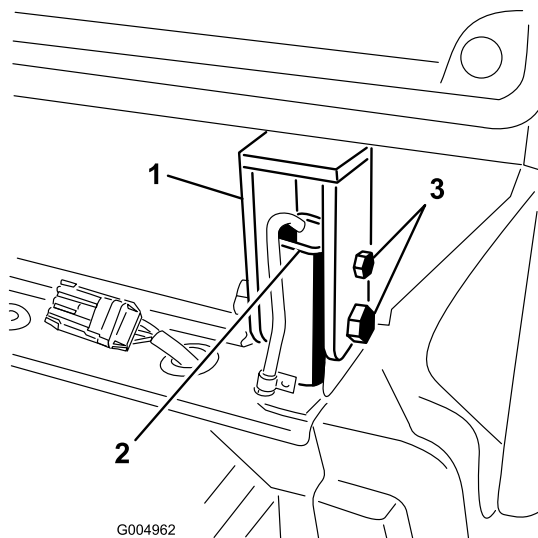

Figura 43
12. Apriete los pernos y las tuercas que sujetan los montajes traseros de la cabina a los postes del ROPS (Figura 43). Ajuste el gato si los pernos se traban y son difíciles de retirar.